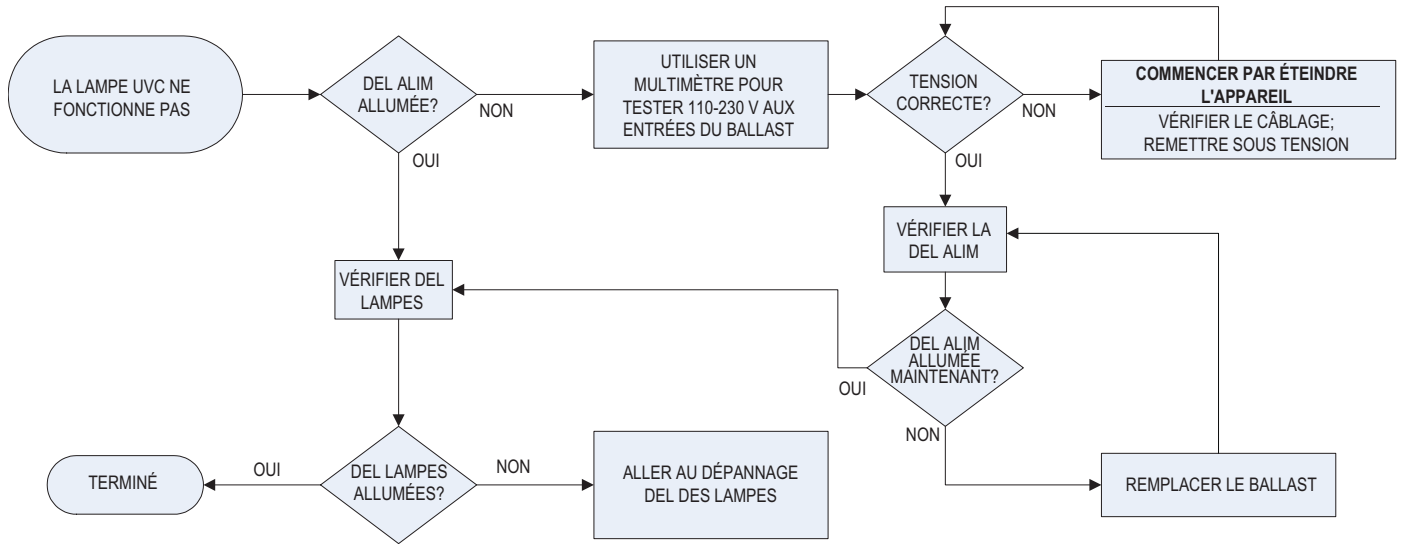
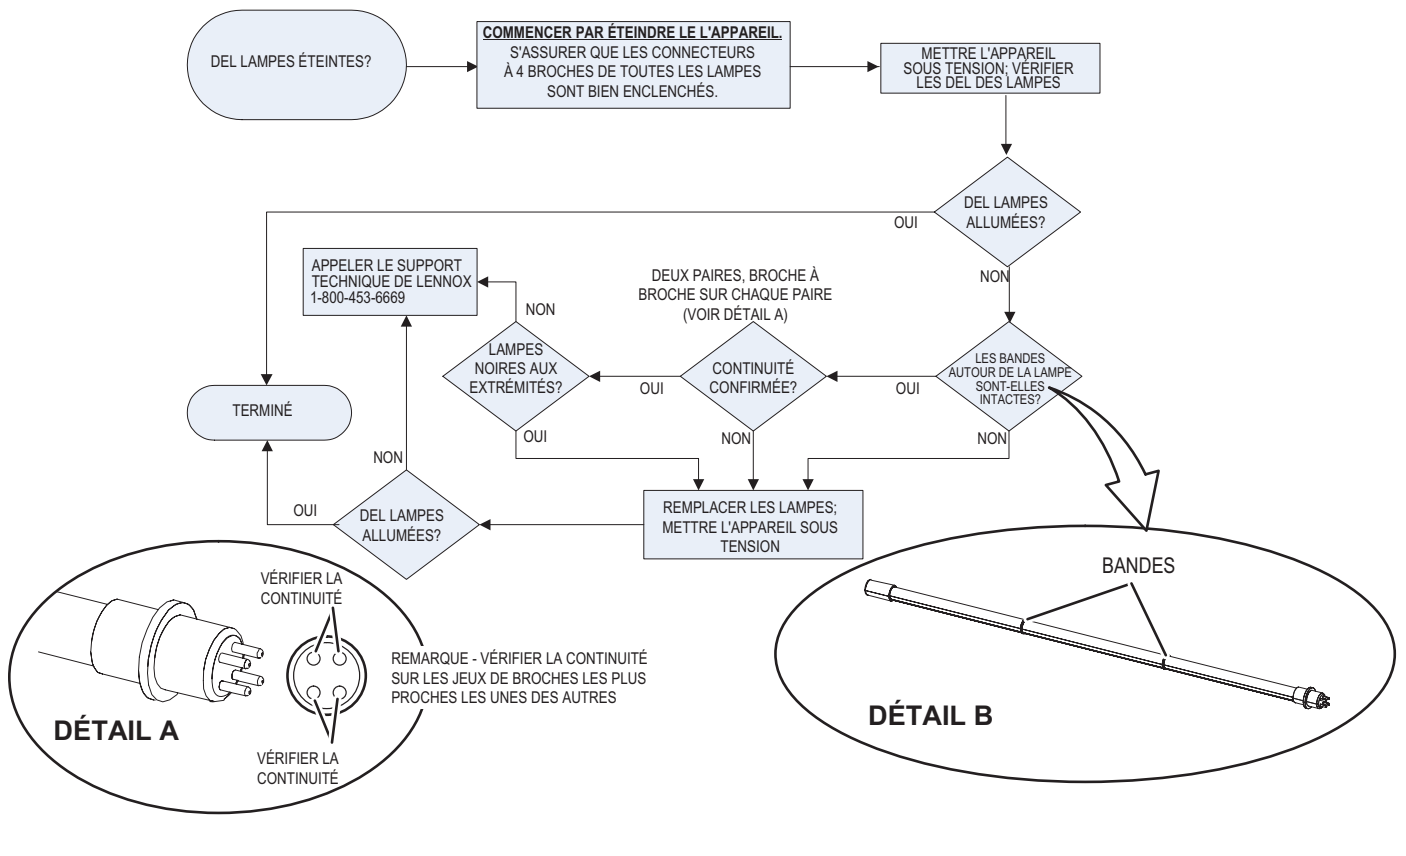

FIGURE 46
FIGURE 47
- 2 - Vérifiez la continuité électrique entre les broches de la lampe pour vérifier la continuité des filaments de la lampe (voir FIGURE 47).
Des tableaux de dépannage sont fournis pour aider à déterminer la cause des problèmes rencontrés FIGURE 46 et FIGURE 47).